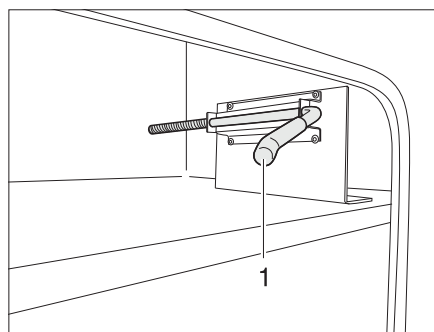

Fig. 52 Gancho de retención de trampilla exterior, posición inicial
- Extraer el gancho de retención (Fig. 52,1) con la otra mano.
- Empujar el gancho de retención con cuidado de regreso a la posición inicial (Fig. 52,1).